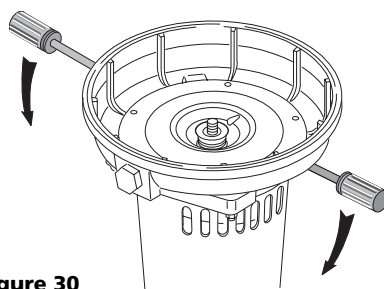

Figure 30
- Dévisser les quatre écrous retenant la moitié arrière de la pompe au moteur. Enlever la moitié tournante du joint en plaçant deux tournevis sous la plaque d'étanchéité et en soulevant avec précaution (voir Figure 30). La moitié arrière du corps de pompe se sépare de l'arbre en entraînant le joint avec elle.